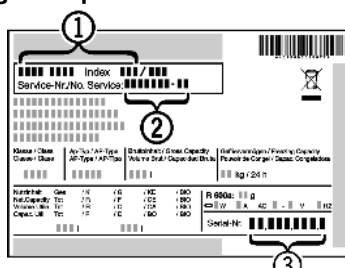

Fig. 56
- ▶ Consulter la désignation de l'appareil *Fig. 56 (1)*, le N° de service *Fig. 56 (2)* et le N° de série *Fig. 56 (3)* sur la plaque signalétique. La plaque signalétique se trouve à l'intérieur de l'appareil, sur le côté gauche.